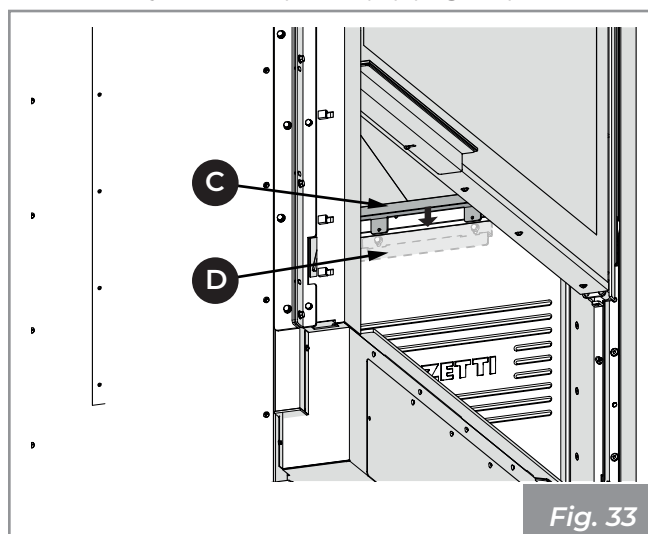

Fig. 33
- 2) Bloquear el refractario con la abrazadera (C) de encaje en el soporte (D) (Fig. 33).